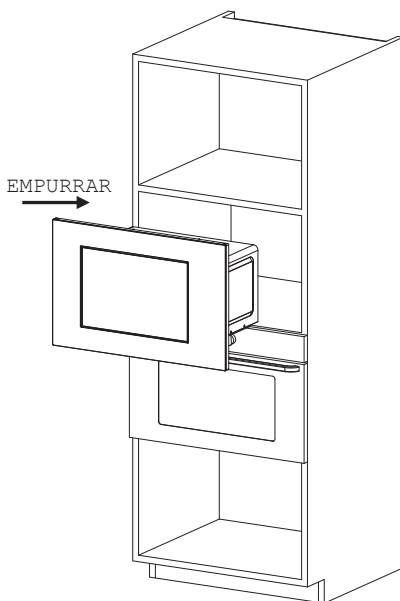

Fig. 1
② INSTALAÇÃO:
- a) Coloque o forno micro-ondas no armário embutido e empurre-o para a frente até ao fim. (Fig. 1)